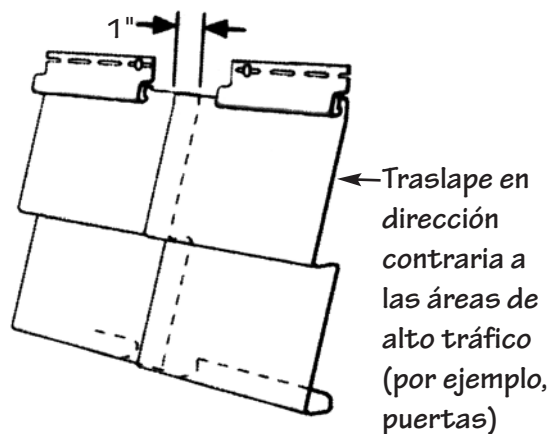

Figura 37.
- Cuando se traslapen los paneles, verifique que estén traslapados la mitad del largo de la lengüeta al extremo del panel, o aproximadamente 1" (Figura 37).
- Siempre traslape las uniones alejadas de las entradas y del punto de mayor tráfico. Esto mejorará la apariencia general de la instalación (Figura 37).